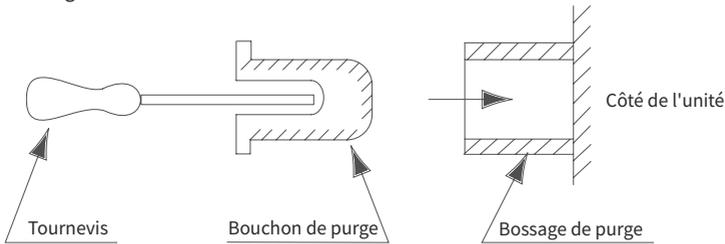

Fig.6.3 Insertion du bouchon de vidange
- Insérer le bouchon de vidange dans le bossage de vidange droit à l'aide d'un conducteur comme le montre la Fig.6.3.